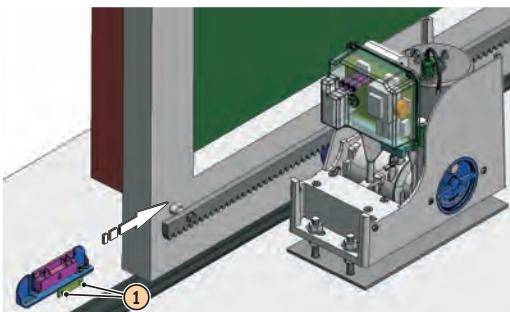

Fig. 18
- ③ Amener manuellement le portail en position d'ouverture en laissant 4 cm à partir de l'arrêt mécanique de fin de course.
- ④ Faire coulisser sur la crémaillère l'aimant avec le cadenas ouvert dans la direction d'ouverture, voir figure 18. Dès que la LED relative au fin de course d'ouverture présente sur la platine s'éteint, faire avancer l'aimant de 10 mm supplémentaires et le fixer avec les vis spécifiques (Fig. 18 réf ①).
- ⑤ Procéder de la même manière pour l'aimant de fermeture.
⑥ Amener le portail environ à la moitié de sa course et bloquer de nouveau le système (voir paragraphe 9).